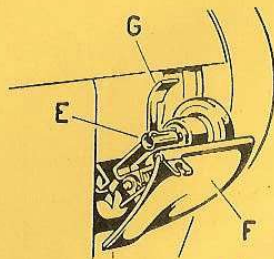

Fig. 8
- Open bobbin winder cover « F » (Fig. 8), lower lever « G » and place bobbin on spindle « E »; by pushing spindle « E » to the right, cover « F » will remain open.